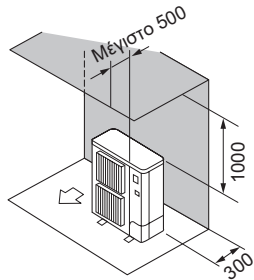

Fig. 2-7
- ② Εμπόδια στην πίσω και επάνω πλευρά μόνο (Fig. 2-7)